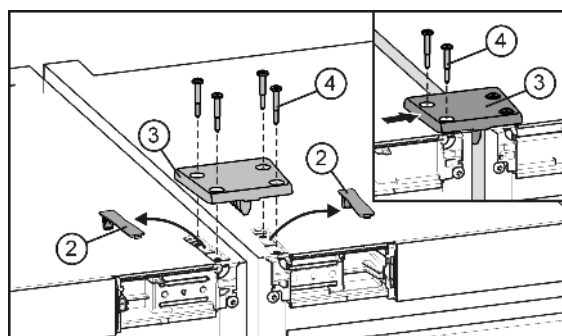

Fig. 5
- ▶ Kryty Fig. 5 (2) uvolněte ze západek a vyjměte. Pomocí spojovací desky bude automaticky vyrovnána výška přístrojů. Je-li jeden přístroj o něco vyšší než druhý, postupujte následovně.
- ▶ Přiložte spojovací desku Fig. 5 (3) a na jednom přístroji volně připevněte dvěma šrouby Fig. 5 (4).